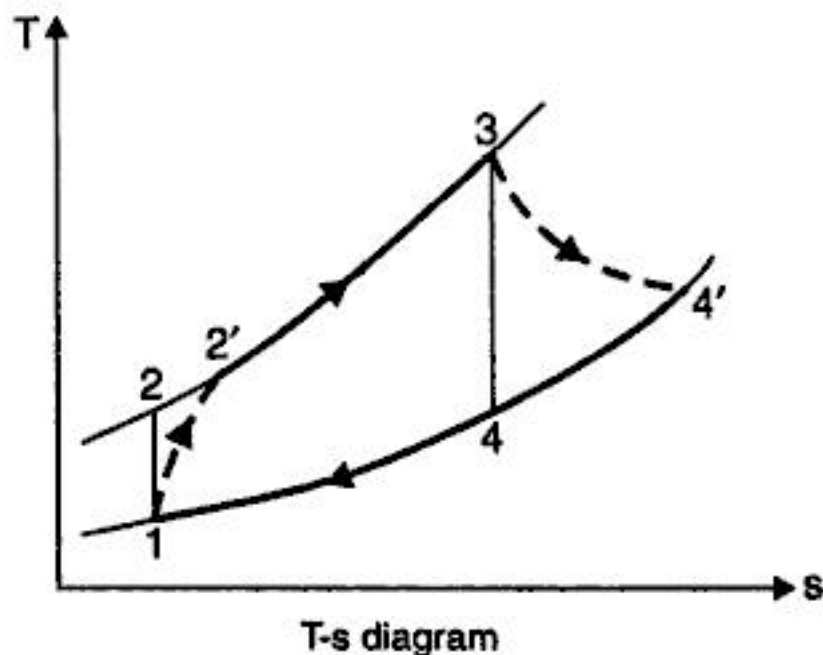

Fig. 3.40
**Solution.** Refer Fig. 3.40.